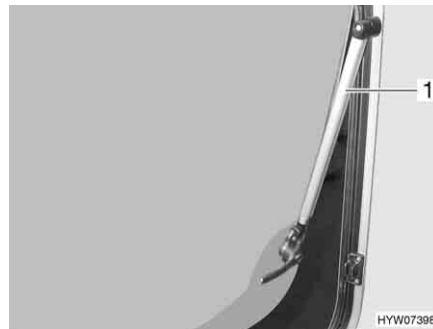

Fig. 95 Janela de projetar com defletor automático
- Abra a janela de projetar até à posição de encaixe pretendida. O defletor automático (Fig. 95,1) encaixa automaticamente.